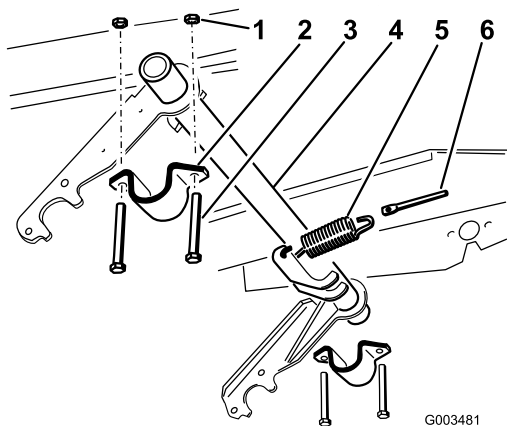

Bild 5
- Verbinden Sie die Verlängerungsfeder mit einem der Federhebel am Schwenkrohr und der Federstange (Bild 5).
- Installieren Sie die Schwenkrohrhalterung lose an der rechten Seite (Bild 5).
- Schieben Sie die rechte Seite des Schwenkrohrs in die rechte Schwenkrohrhalterung (Bild 5).
- Heben Sie die linke Seite des Schwenkrohr zum Rahmen an und befestigen Sie diese mit einer Schwenkrohrhalterung, 2 Schrauben (3/8 x 3 Zoll) und 2 Sicherungsmuttern (3/8 Zoll) (Bild 5).